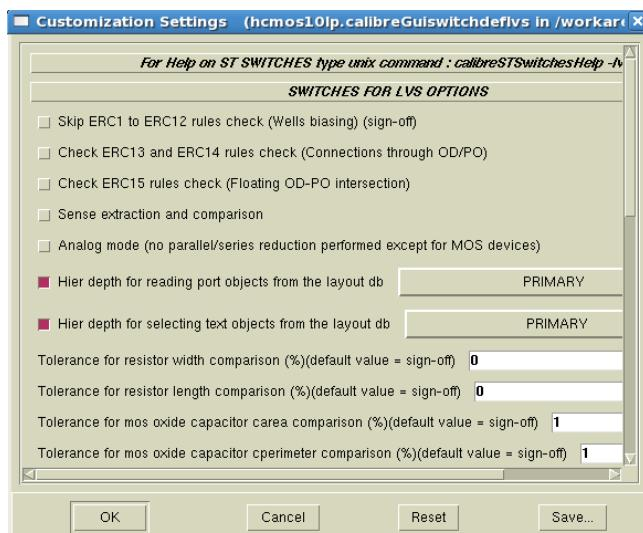

Рис. 8.10. Конфигурационное окно Calibre для LVS-проверки.
- 3) В появившемся окне конфигурирования можно задать необходимые установки для запуска LVS-проверки и нажать кнопку “OK” (рис. 8.10). Описание ключей, используемых при LVS-проверке, приведено в разделе 8.4.